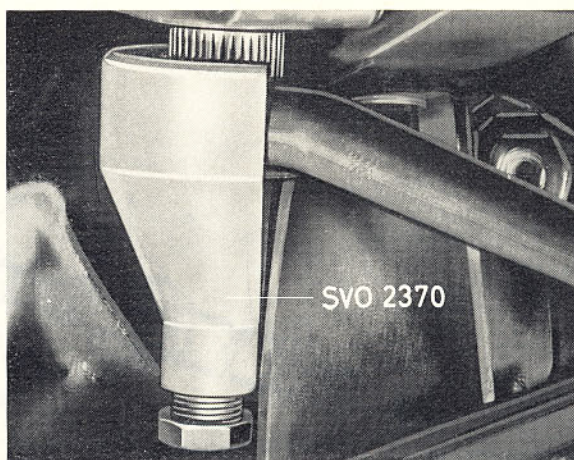

Bild 48. Demontering av pitmanarm
3. Demontera pitmanarmen med avdragare SVO 2370 (bild 48).